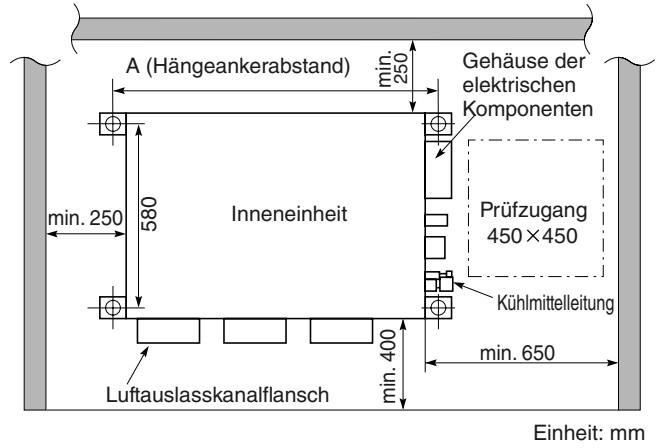

Abb. 3-134
- Die erforderlichen Mindestabmessungen für Installation und Wartung sind in Abb. 3-134 und Tabelle 3-5 aufgelistet.
- (1) Bevor die Einheit im Innern der Decke positioniert wird, muss der Hängeankerabstand bestimmt werden, basierend auf den Abmessungen auf der vorherigen Seite. (Abb. 3-134 und Tabelle 3-5)